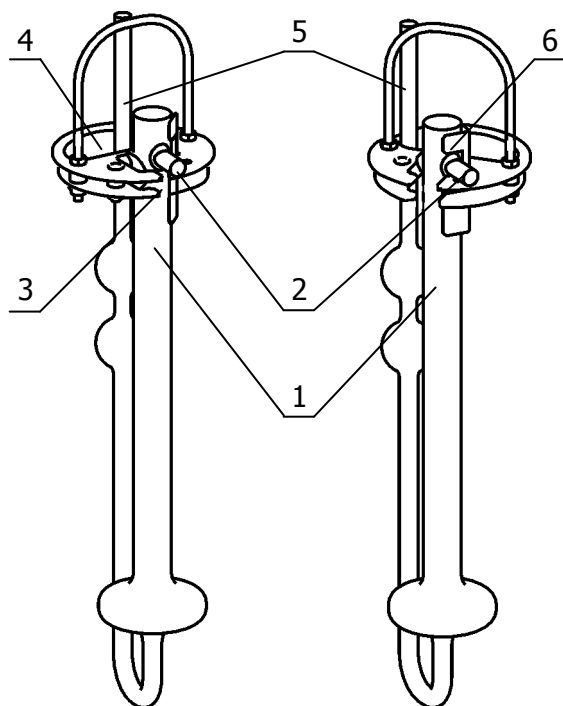

Рисунок 6 — Установка вискозиметров
- повернуть вискозиметр таким образом, чтобы отводная трубка 2 зашла в паз уголка 6 (рисунок 6).